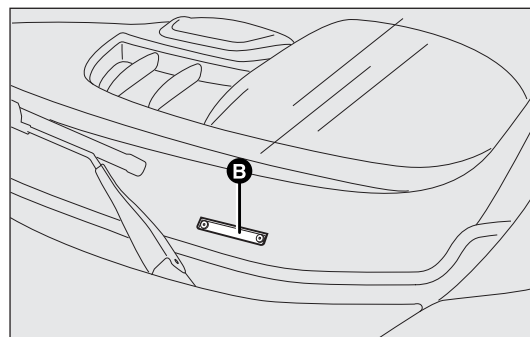

fig. 194
- sur la partie basse du pare-brise B-fig. 194